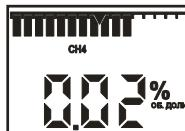

Рисунок 9.2
9.3 Перед работой убедиться в достаточности заряда аккумуляторной батареи и при необходимости произвести ее подзарядку. Уровень заряда отображается 16 сегментной "линейкой" в верхней части цифрового индикатора (рисунок 9.2).
После этого газоанализатор переходит в режим измерения концентрации и на цифровом индикаторе отображается значение объемной доли измеряемого газа, выраженное в % (рисунок 9.2).